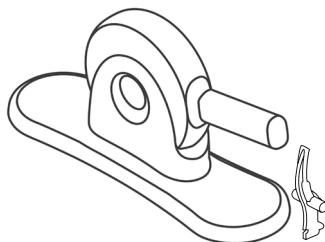

Abbildung 5: Crimper und zweiteiliger Crimp-Stopper
■ **Figure 5 : Sertisseur et butée de sertissage en 2 pièces**